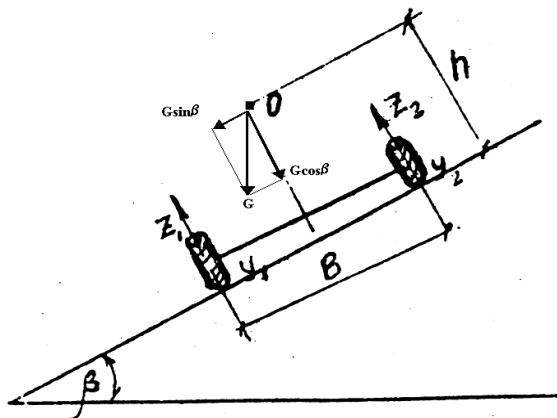

Рисунок 2.2. Расчетная схема
2.3. Автомобиль ГАЗ-66 движется по дороге, имеющей поперечный уклон  $35^0$  (см. рисунок 2.2.). Масса автомобиля 5770 кг;  $B = 1,8$  м;  $h = 1,15$ . Определить  $M_{opr}$ ,  $M_{bos}$ ,  $\alpha_{kp}$  по опрокидыванию.